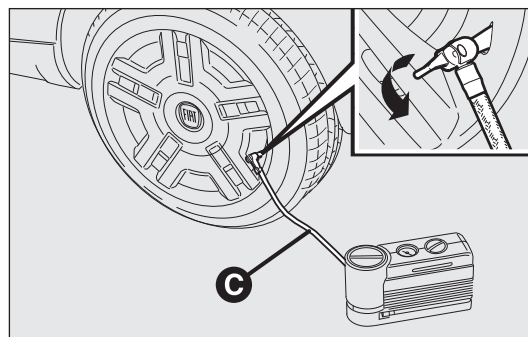

fig. 175
- Dévisser le capuchon de la valve du pneu, dégager le tuyau C-fig. 175 avec le raccord rapide et le relier directement à la valve du pneu à gonfler.